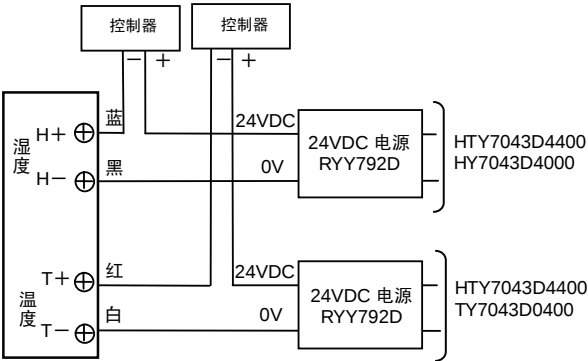

图 21 配线图
- * 有关 2 线式 4-20mA 型，参照图 21 的配线例子，请勿共享电源。